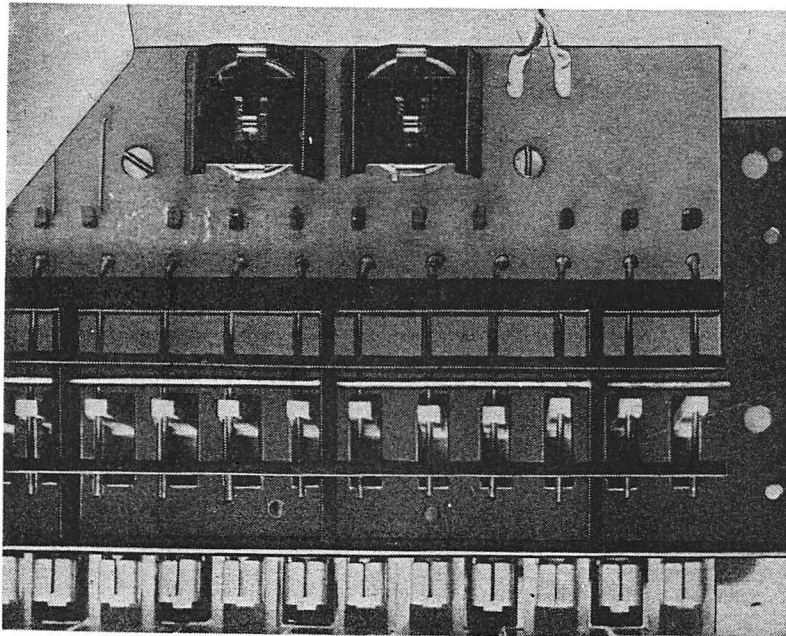

Bild 5 Manual mit Halterung der NC-Akkus
- Bild 5 Manual mit Halterung der NC-Akkus